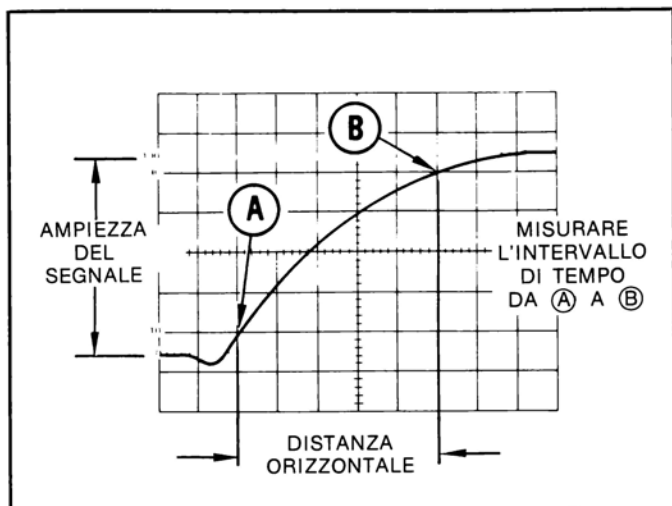

Figura 43
Per la misura dei tempi di salita si segue la stessa procedura della misura di intervalli di tempo, tranne che i punti di misura vanno scelti in corrispondenza del 10% e del 90% del fronte di salita della forma d'onda (si veda a figura 43). Il tempo di discesa viene invece misurato tra il 90% ed il 10% del fronte di discesa della forma d'onda.
- Regolare in verticale la posizione della traccia in modo che la base della forma d'onda vada a coincidere con la linea 0% del reticolo e la parte superiore con la linea del 100% (si veda la figura 43).
- Disporre orizzontalmente la traccia in modo che il punto al 10% della forma d'onda intersechi la seconda linea verticale del reticolo (si veda la figura 43 al punto A).
ESEMPIO: Dalla figura 43 si può ricavare una distanza in orizzontale tra i punti relativi al 10% ed al 90% di 5 divisioni, con un valore di scala di SEC/DIV di 1 μ sec. e con il pulsante di magnificazione premuto (magnificazione 1X). Sostituendo questi valori nella formula si avrà: